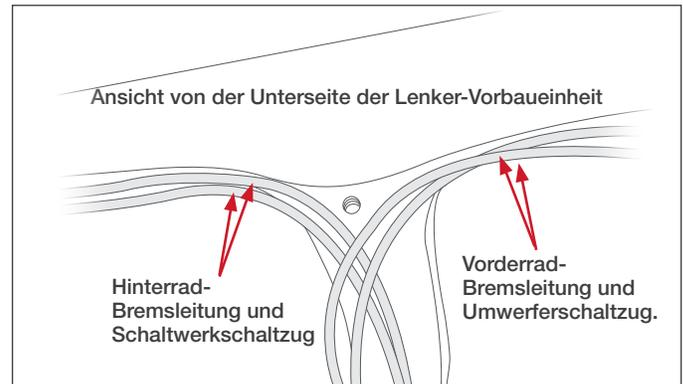

Abb. 1
2. Die richtige Zugverlegung beachten (Züge überkreuzen sich unter dem Vorbau). Siehe Abbildung 1.